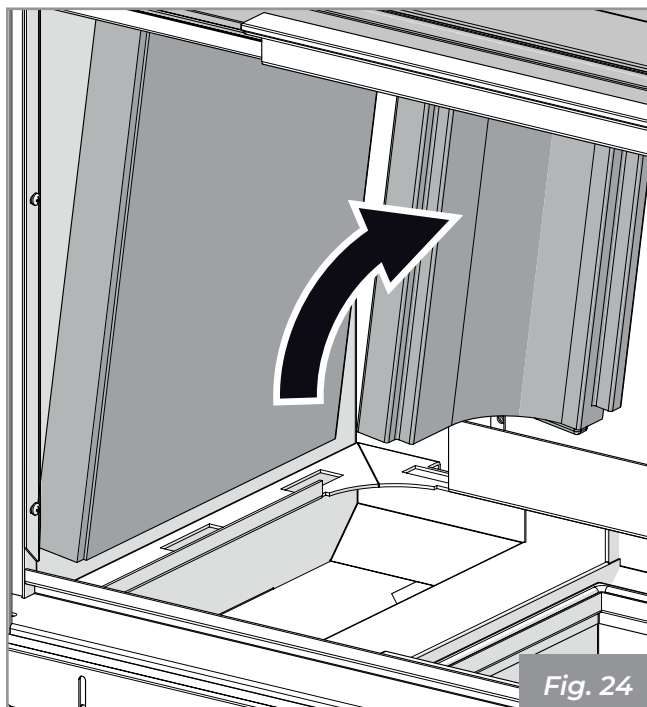

Fig. 24
- 4) Remover la curva y el refractario lateral (Fig. 24).